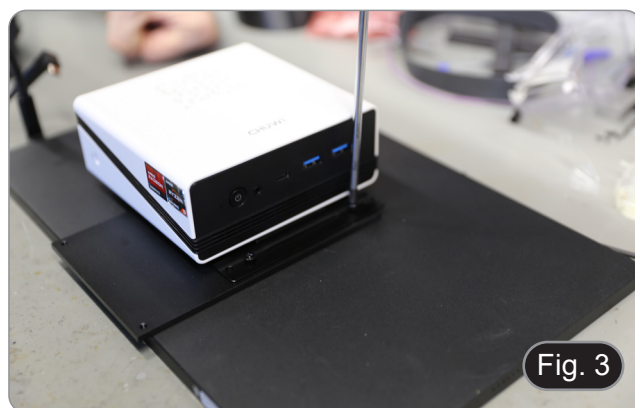

Fig. 3
1. À l'aide des vis de fixation fournies, fixez le mini PC à l'arrière du moniteur. (Fig. 3)